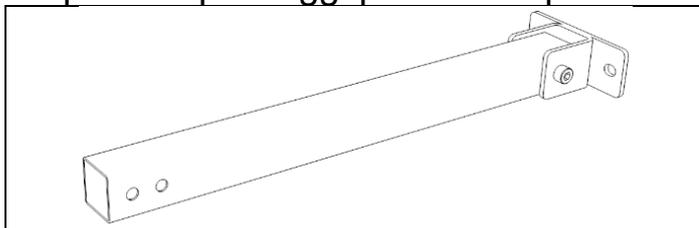

Figura 6
**Fase 3:** assemblare la staffa posteriore (B) (già fatto)
- Montare il supporto (C2) con M8x60 (J) e un dado esagonale (E) sulla staffa posteriore (B) (figura 6).